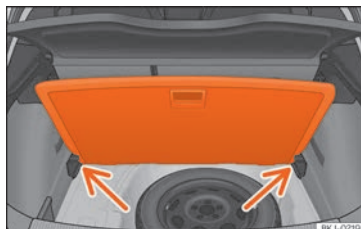

Fig. 115 Plancher de coffre à bagages modulable : position inclinée.
- Appuyez le plancher contre les logements prévus à cet effet » » » **fig. 115** (flèches).